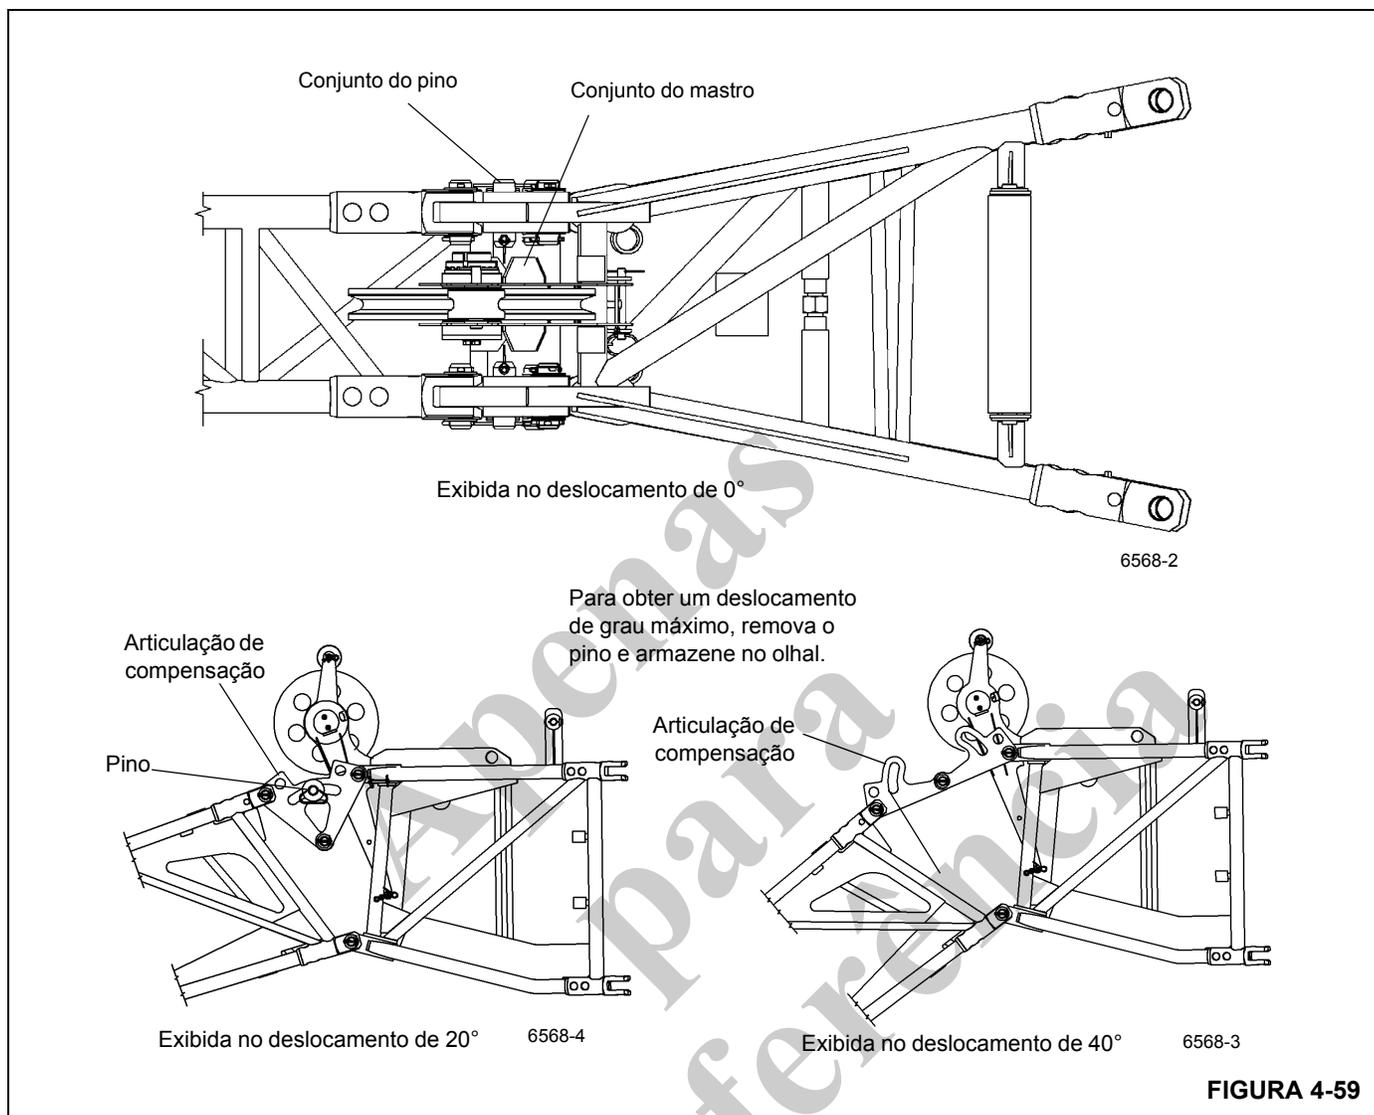

FIGURA 4-59
- b. Remova os pinos da articulação de compensação (Figura 4-59) e coloque os pinos para fixar as articulações de compensação na posição de compensação de menor grau. Se for usar o deslocamento máximo, armazene os pinos nos olhais de armazenamento. Se estiver seguindo para o deslocamento intermediário (20°), instale os pinos nas articulações de deslocamento para o grau de deslocamento em questão.